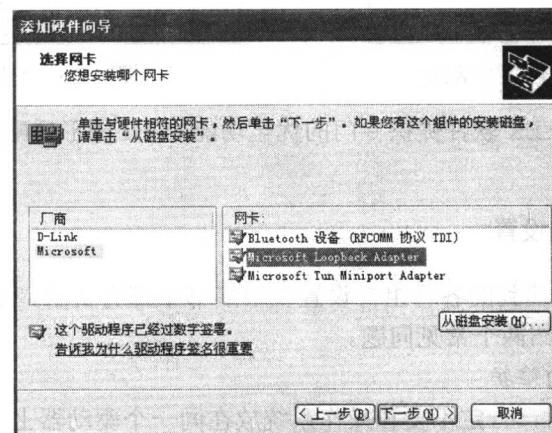

图 1-11 “添加硬件向导”对话框
(4) 选择“网络适配卡”选项，单击“下一步”按钮，如图 1-11 所示。